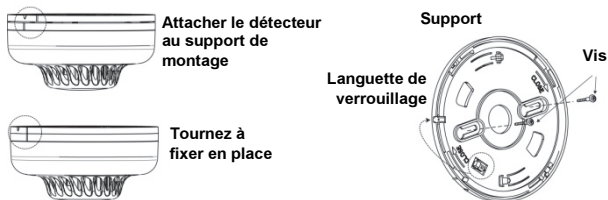

Figure7: Installation du détecteur de fumée et de chaleur
Pour installer le détecteur (voir figure 7)
2. Retirez la goupille de verrouillage fixant le support de montage à l'unité (voir figure 7).
6. En vous servant des vis fournies, fixez le support au mur selon la figure 7.
Insérez la goupille de verrouillage afin de fixer le support de montage au détecteur (voir figure 7).